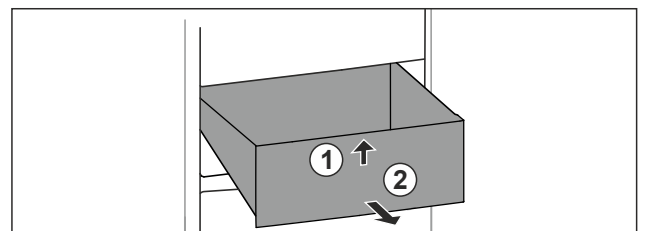

Fig. 93
- ▶ Schubfach vorne anheben. Fig. 93 (1)
- Schubfach nach vorne entnehmen. Fig. 93 (2)